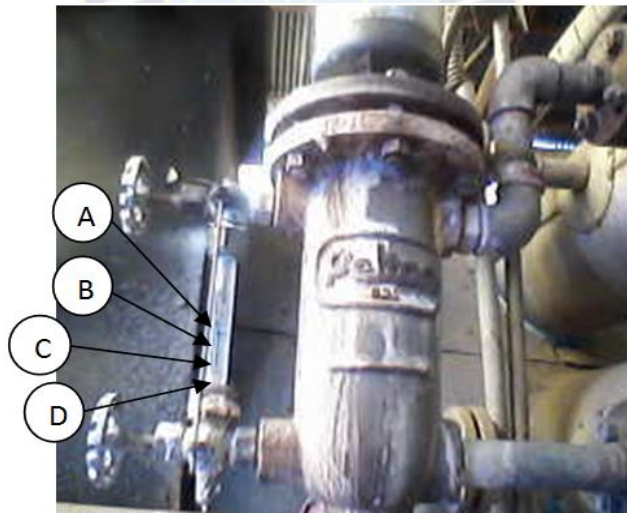

Figura 22. Mirilla de nivel de corte por nivel bajo de agua de la caldera de ILLAMPU TEXTIL S.R.L.
1. Verifique que el nivel de agua de la caldera (10) esté al nivel apropiado de trabajo.
2. Antes de encender el motor de la bomba, asegúrese de que estén abiertas todas las válvulas en la línea de alimentación de agua, esto para evitar posibles daños al mecanismo de la bomba de alimentación, revise que las válvulas del agua estén abiertas (válvula de entrada al tanque de condensados, válvula de entrada de agua a la bomba de alimentación, y válvula de entrada del agua a la caldera). Después de abrir las válvulas, energice momentáneamente el motor de la bomba de alimentación para establecer la rotación correcta de la bomba. Ya que estableció la rotación correcta, cierre el interruptor de entrada de la bomba de alimentación de la caldera. La bomba debe apagarse cuando el nivel de agua alcanza el nivel apropiado, que se muestra en la figura 22.